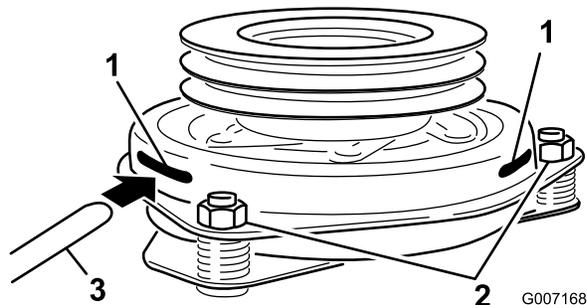

Figura 61
9. Introduzca una galga de 0,381–0,533 mm por una ranura de inspección en el lateral del conjunto. Asegúrese de ubicarla entre las superficies de fricción del rotor y el inducido (Figura 61).
10. Apriete las contratuercas hasta fijar ligeramente la galga pero dejando que ésta se pueda mover con facilidad en la separación (Figura 61).